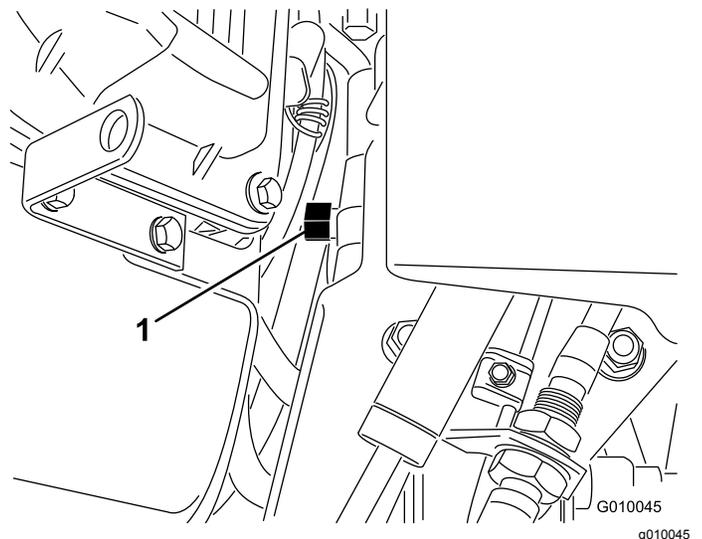

Bild 31
2. Finden Sie das Sicherheitsventil zwischen der Motor und der hydrostatischen Pumpe (**Bild 31**).
3. Drehen Sie das Sicherheitsventil mit einem Schlüssel ($\frac{5}{8}$ " eine Umdrehung nach links. So kann das Hydrauliköl an der Pumpe vorbei fließen, und die Räder können sich ungehindert drehen (**Bild 31**).
5. Drehen Sie das Sicherheitsventil um eine Umdrehung nach rechts (Bild 31), wenn Sie den Aerifizierer erneut verwenden möchten.